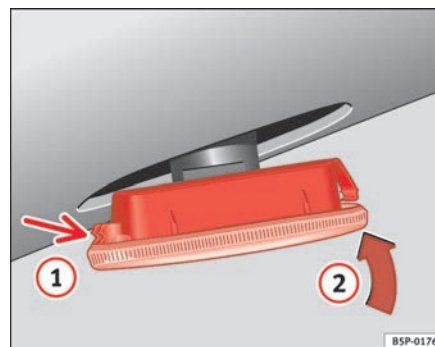

Fig. 196 Intermitente lateral
- Coloque el intermitente en primer lugar en el orificio de la carrocería, encajando las pestañas ⇒ página 273, fig. 196, flecha ①.
- Encaje la lámpara como indica la flecha ② ⇒ página 273, fig. 196 ■